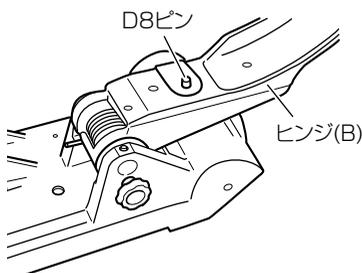
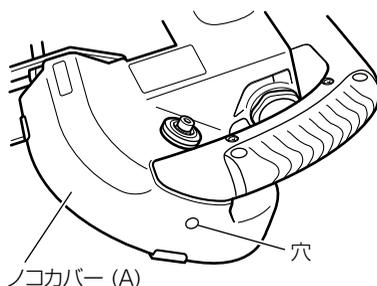

図 33
図 34
- (1) 定置式スタンドのヒンジ部を後側 (車輪側) に倒します。(図 33)
- (2) 本体ノコカバー (A) の穴 (図 34) をヒンジ (B) の D8 ピン (図 33) にはめ込みます。